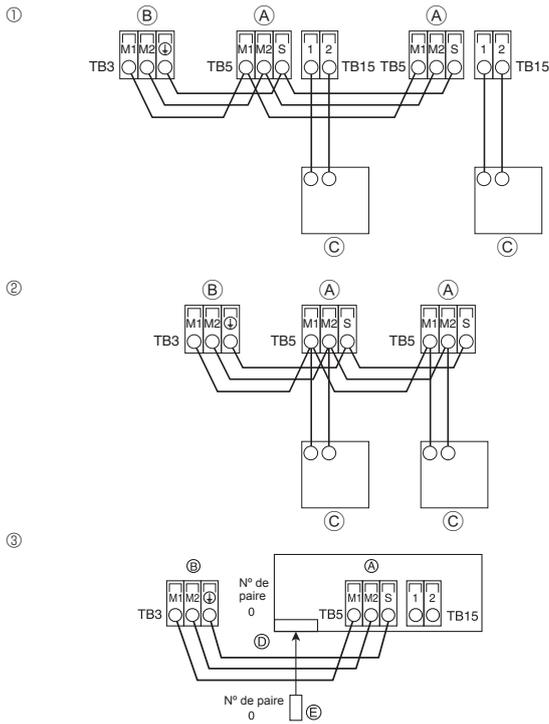

Fig. 6-3
6.4. Raccordement des câbles de télécommande et des câbles de transmission intérieur et extérieur (Fig. 6-3)